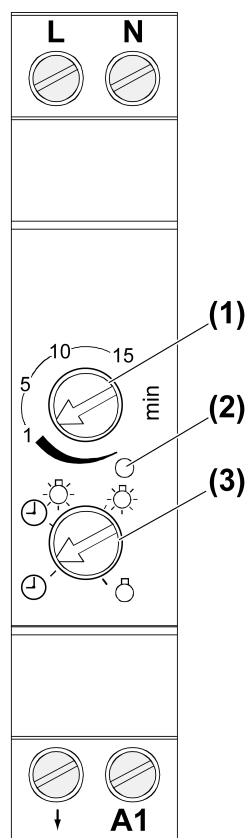

Figure 1: Automate REG
- Régler le temps de commutation. Tourner le sélecteur (1) (Figure 1).
- Régler le mode de service. Tourner le sélecteur (3) (Figure 1).